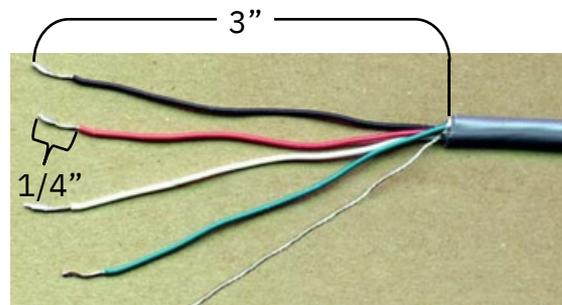

Figura 3
- 3.3.4. Consultando la Figura 3, saque 7,62 cms (3 pulgadas) de la cubierta de aislación exterior.
- 3.6.3. Saque 7,62 cms (3 pulgadas) de la cubierta de aislación exterior y luego saque 0,65 cms ($\frac{1}{4}$ de pulgada) de aislación de cada uno de los cables (consulte la Figura 3).